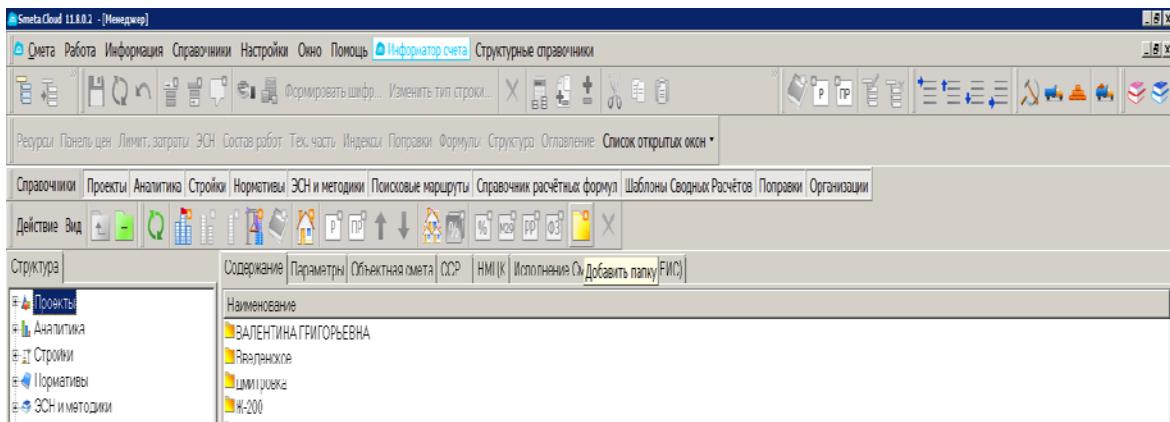

Рис. 2. Справочник «Проекты» для создания объекта
- создать папку в справочнике «Проекты»-дать наименование (рис.2);